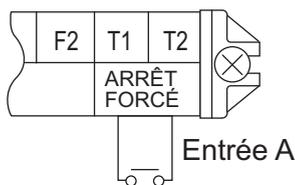

Fig. 30
**(1) Spécifications des câbles et câblage (Reportez-vous à la Fig. 30)**